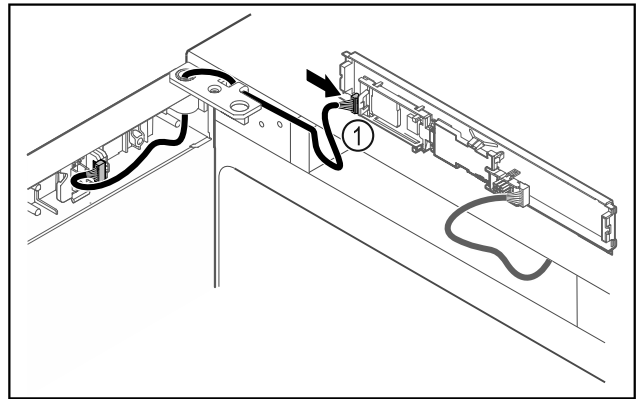

Fig. 48
- ▶ Stekker Fig. 48 (1) in printplaat steken.